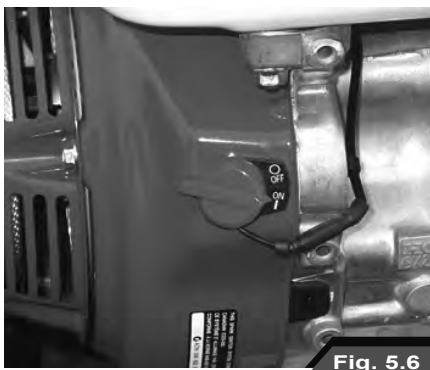

Fig. 5.6
- Ustawić przełącznik silnika ON/ OFF w położenie włączone, czyli **ON** (Rys. 5.6).
- Chwycić za uchwyt rozrusznika silnika (15), pociągnąć za niego delikatnie, aby ułatwić zaczepienie mechanizmu zapadkowego. Następnie energicznie pociągnąć, a w razie potrzeby oprzeć stopę o koło, aby zadziałała z większą siłą. Powtarzać tę operację, wykonując zawsze krótkie, zdecydowane ruchy, aż do uruchomienia silnika.
- W celu wyłączenia silnika wystarczy ustawić przełącznik ON/OFF w położenie wyłączone, czyli **OFF** (Rys. 5.6). Silnik zatrzyma się w ciągu kilku sekund.